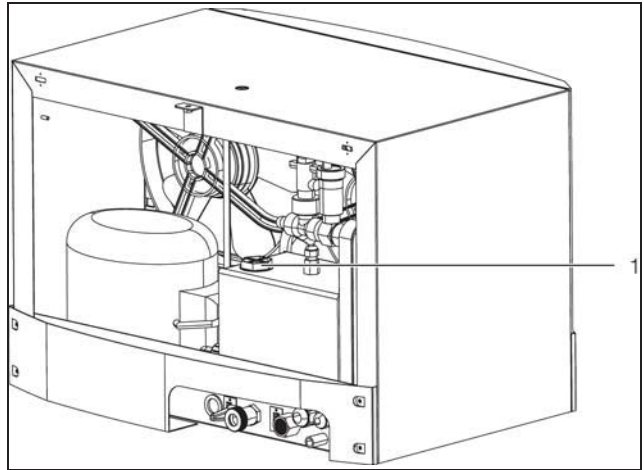

Imagen 52: Llenado del medio refrigerante (3318.610 y 3319.610)
- Llene el chiller con medio refrigerante a través del tapón de llenado (imagen 52, pos. 1) del depósito.